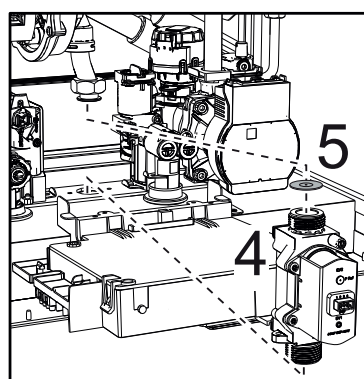

fig. 53 -
- Extraer la válvula de gas "4" y el diafragma gas "5" ("fig. 53 -").